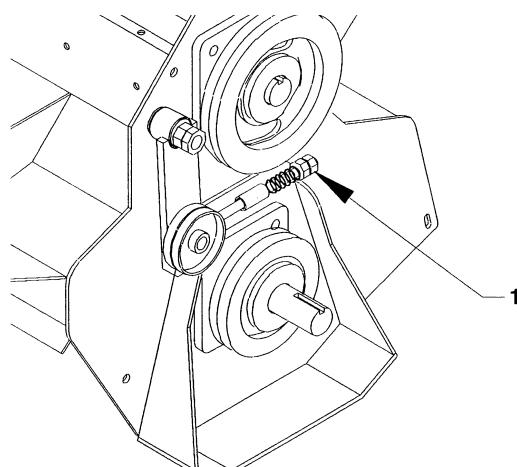

Figure 6
15. Régler la tension de la courroie avec l'écrou situé sur la tige de ressort (voir Fig. 6).
## REGLAGE DE LA COURROIE DE TRANSMISSION (Fig. 6)